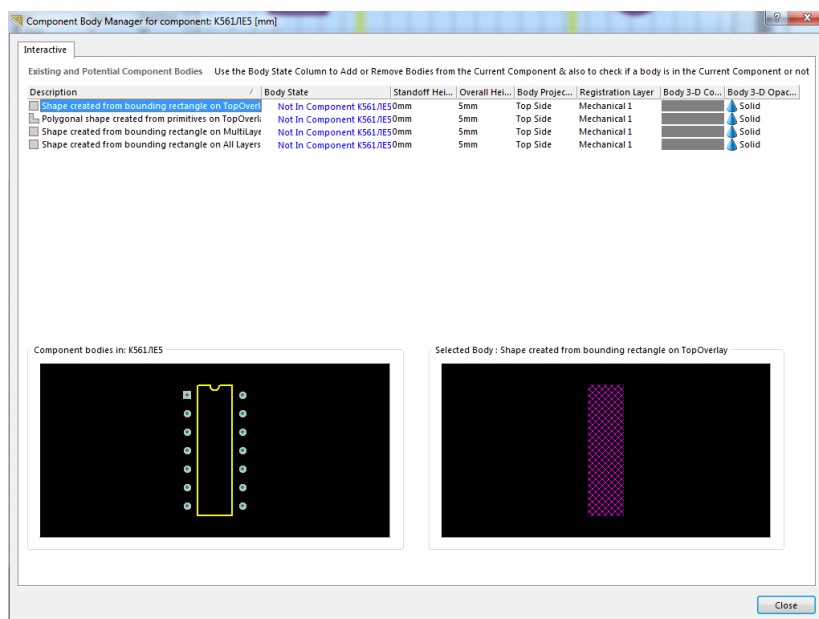
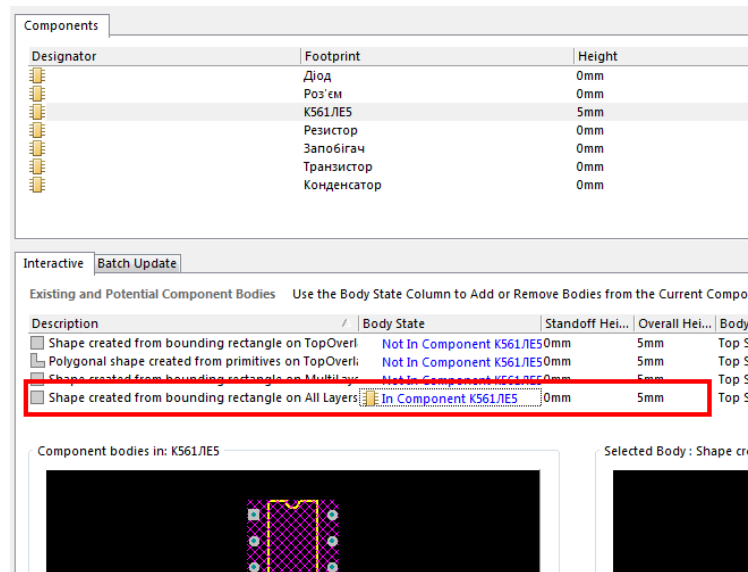

Рис. 3.8
Рис. 3.9
13) У вікні, що відкрилося (Рис. 3.8), натисніть на **Not In Component K561ЛЕ5** у стовпчику **Body State**, навпроти **Shape created from bounding rectangle on All Layers** у стовпчику **Description** (Рис. 3.9), та натисніть кнопку **Close**.